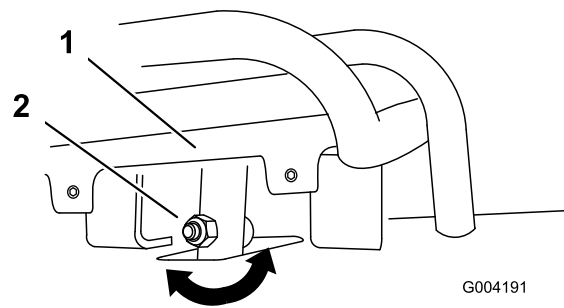
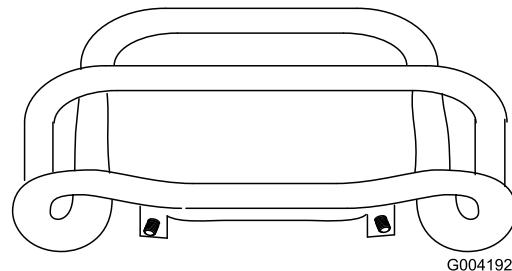

Рисунок 50
Рисунок 51
4. Если передняя часть рычага управления тягой не встает перпендикулярно контрольной штанге и вровень с ней, ослабьте гайку с буртиком и болт в хвостовике рычага управления тягой (Рисунок 50).
5. Отрегулируйте рычаг управления тягой таким образом, чтобы при перемещении назад он вставал вровень с контрольной штангой (Рисунок 50 и Рисунок 51).